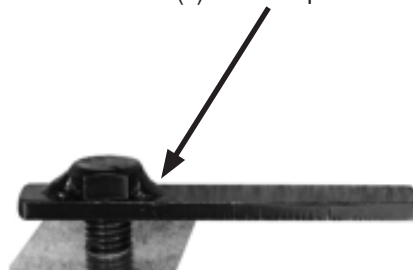

Fig. 4
Tome (1) placa de perno de 12 mm y (1) retén de plástico de 12 mm. Ajuste parcialmente el retén en la placa de perno. Inserte la placa de perno en el orificio y gírela 90 grados a través de la ranura. (Fig. 4)
(1) Placa de perno de 12 mm x 40 mm